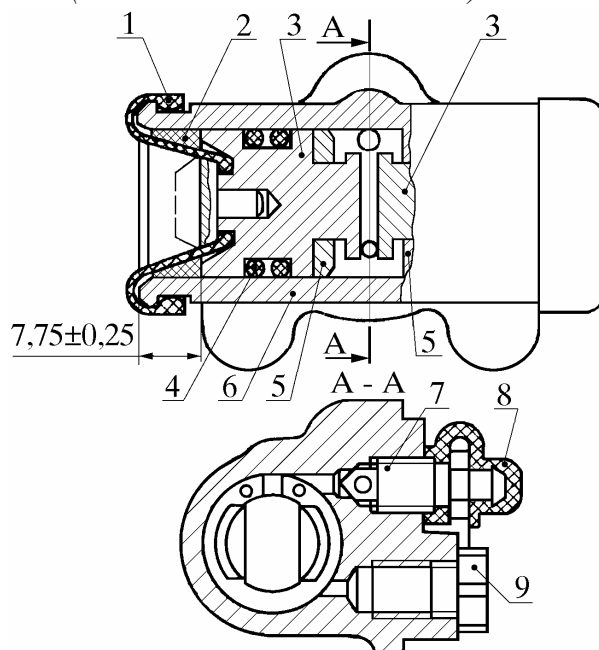

Рис. 23. Сборка колесного цилиндра:
6.16.1.1.1. Установить в колесный цилиндр 6 (рис. 23) два упорных кольца 5 с обеих сторон цилиндра, сжав их с помощью плоскогубцев (см. рис. 10).
Прорези колец 5 должны располагаться в вертикальной плоскости напротив отверстия для клапана 7 прокачки (см. разрез А - А рис. 23). Глубина установки упорных колец 5 вместе с поршнями 3 в колесном цилиндре должна быть в пределах 7,5 - 8 мм.
6.16.1.1.5. Ввинтить клапан 7 прокачки в колесный цилиндр 6, как показано на рис. 23